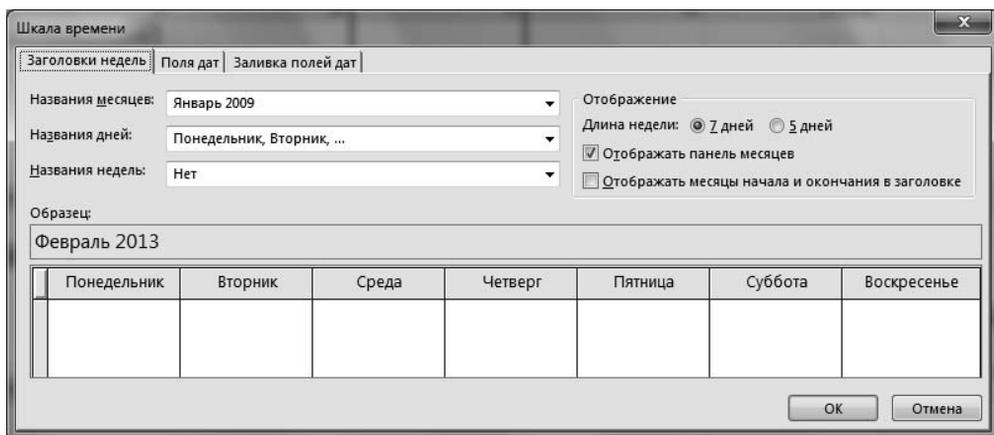

Рис. 4.34. Окно форматирования представления **Календарь**, вкладка **Заголовки недель**
5. Для перехода к оформлению заголовков недель следует выбрать одноименную вкладку. Вид окна будет соответствовать показанному на рис. 4.34.
6. В показанном на рис. 4.34 окне расположены списки, позволяющие выполнить следующие действия: